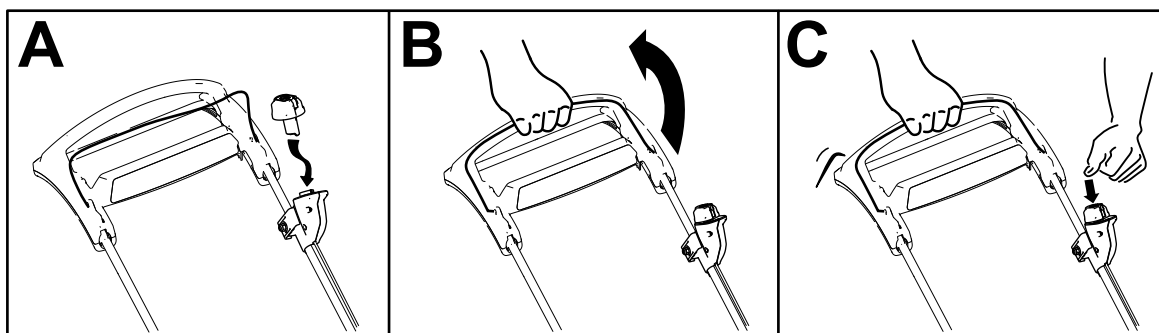

Figura 13
2. Introduzca el botón de arranque eléctrico en el interruptor de arranque eléctrico (Figura 13, A).
3. Apriete la barra de control de las cuchillas contra el manillar durante 2 segundos (Figura 13, B).
4. Pulse el botón de arranque eléctrico y manténgalo pulsado hasta que el motor arranque (Figura 13, C).